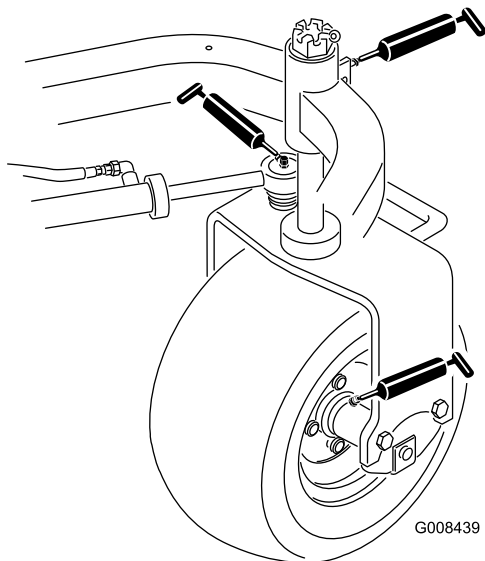

Figura 26
- Cubo de la rueda trasera (1) (Figura 26)
- Cojinete de la rueda giratoria (1) (Figura 26)
- Cilindro de dirección (2) (Figura 26)